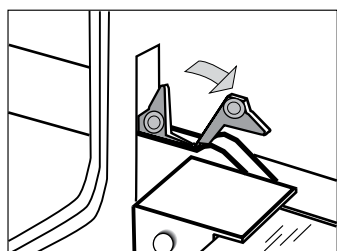

Fig. 32
- Erguer as duas alavancas de bloqueio, localizadas nas extremidades inferiores das dobradiças (fig. 32).